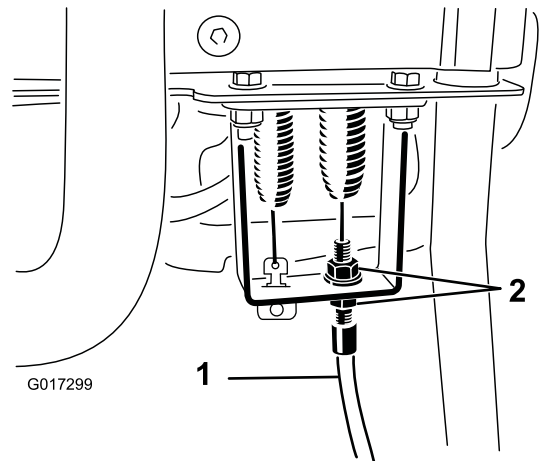

图47
4. 在控制手柄隔板上、放松滚刀控制装置拉线、直至拉线松弛（图47）。